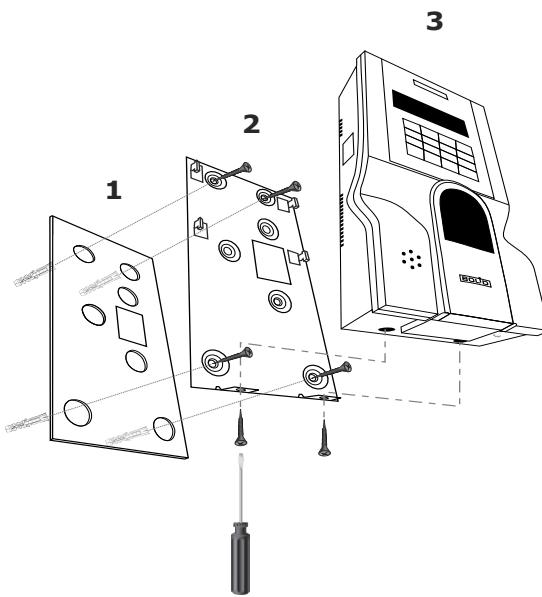

Рисунок 10. Последовательность монтажа контроллера «C2000-BIOAccess-F8»
5. Установите в отверстия дюбеля и закрепите шурупами кронштейн контроллера, подложив под него резиновую прокладку (см. рис. 10, 11).